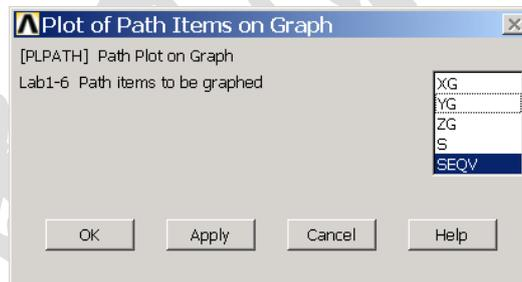

图6.40 图形显示路径结果
(1) 单击 Main Menu>General Postproc>Path Operations>Plot Path Item>On Graph 菜单，弹出如图 6.40 所示的【Plot of Path Items on Graph】对话框。